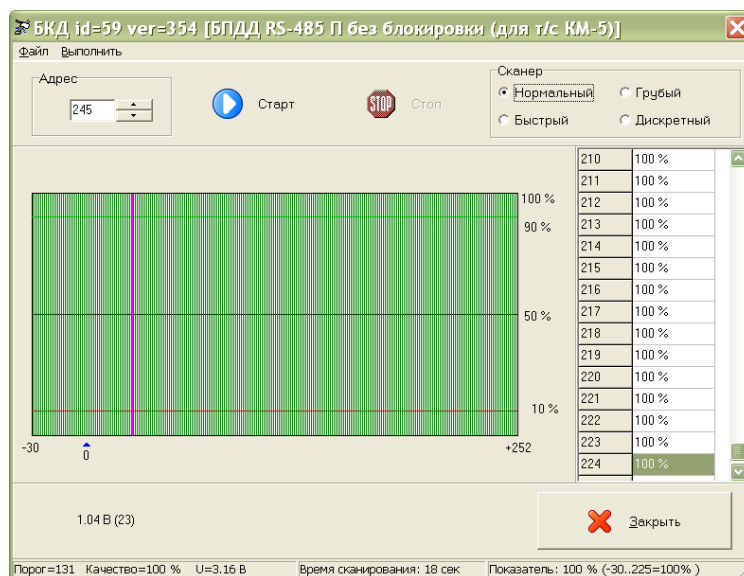

Рисунок 19 - Проверка связи с адресным устройством
4) Установить режим работы сканера «Нормальный» и нажать кнопку «Старт». Проверить качество связи в ИПЛ между БКД-М и адресным устройством (рисунок 19). Для исправного УСЛ-А (С) качество связи должно быть 100 % на всем диапазоне порогов приема ИПЛ мастер-устройства.